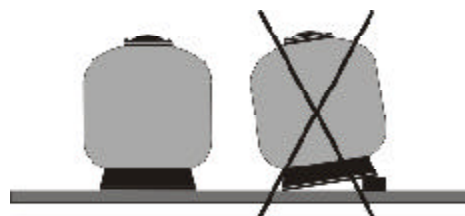

FIG.4
- Installer les filtres sur leur emplacement définitif. Le socle sera posé au sol en position parfaite et sur un plan totalement horizontal. (FIG 4)